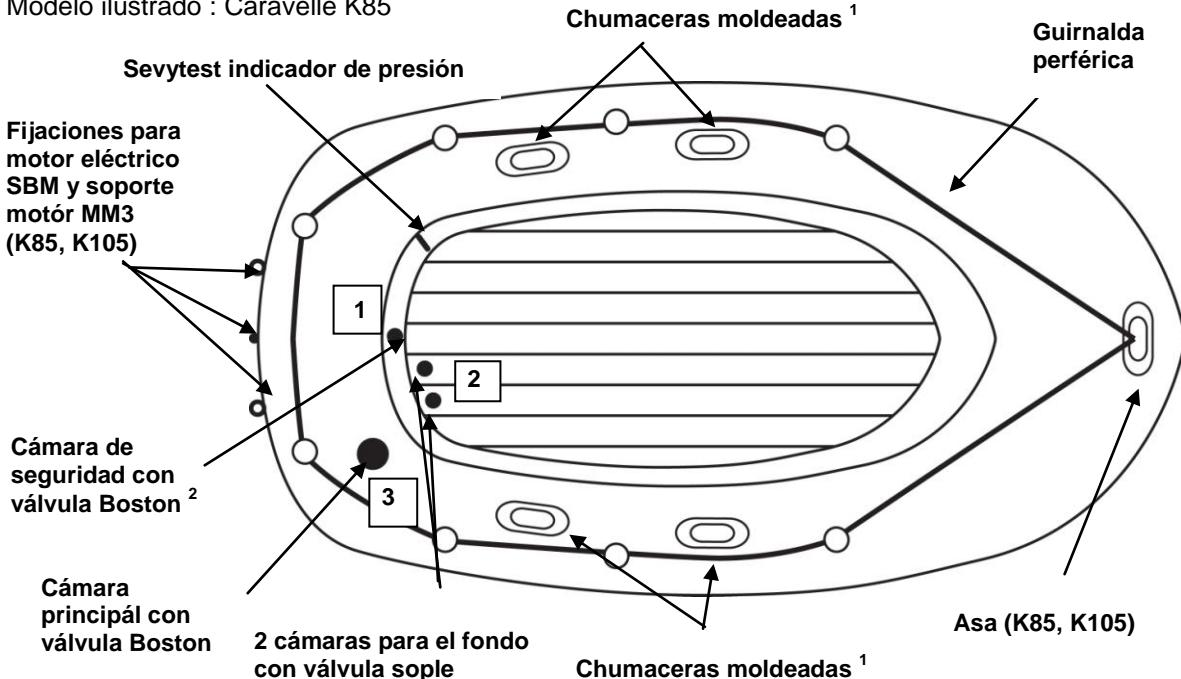

Figura 1
- Válvula(s) Boston (ver ilustración): para hinchar, quite el tapón de la válvula (1) ; enrosque el cuerpo de la válvula (2) en la base de la válvula (3), sobre el flotador ; verifique que el tapón sigue siendo accesible. Inserte la extremidad del tubo del hinchador en la válvula. Hinche el flotador hasta la presión requerida (ver punto 3). Al terminar el inflado, cierre la(s) válvula(s) con el tapón. **NOTA:** es normal comprobar un ligero escape de aire antes de apretar el tapón de una válvula. Únicamente **los tapones aseguran la ESTANQUEIDAD FINAL**.
2. Hinche el producto siguiendo el orden de hinchado indicado en la placa de identidad imprimida sobre el producto (referirse tambien la figura 1, numeración de las válvulas).
3. Presión requerida : la presión de utilización es de 0,06 bar (= 60 mbar). No superarla. El producto está equipado con un SEVYTEST, una escala de expansión que muestra hasta qué punto se puede hinchar. Hinche en primer lugar la cámara de seguridad (figura 1) hasta alcanzar la indicación "+" del Sevytest ; después, la cámara principal (figura 1) hasta alcanzar la indicación "-". **Sobrepresión** : deje escapar aire hasta alcanzar la presión requerida. **Poca presión** : vuelva a hinchar ligeramente. **NOTA** : después de numerosos hinchados, es posible que la indicación del SEVYTEST no vuelva a su posición inicial debido a un alargamiento del PVC bajo la influencia de la presión. Sin embargo permitirá verificar que la indicación permanece en la zona recomendada.